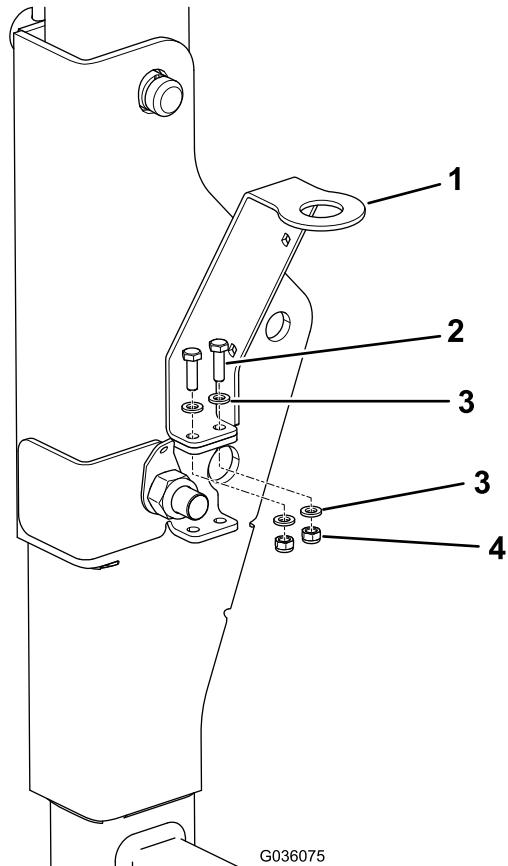

Figure 9
- 5. Alignez les petits trous de la patte de fixation du gyrophare et les trous supérieurs du support du ROPS (Figure 9), et fixez-les ensemble à l'aide des 2